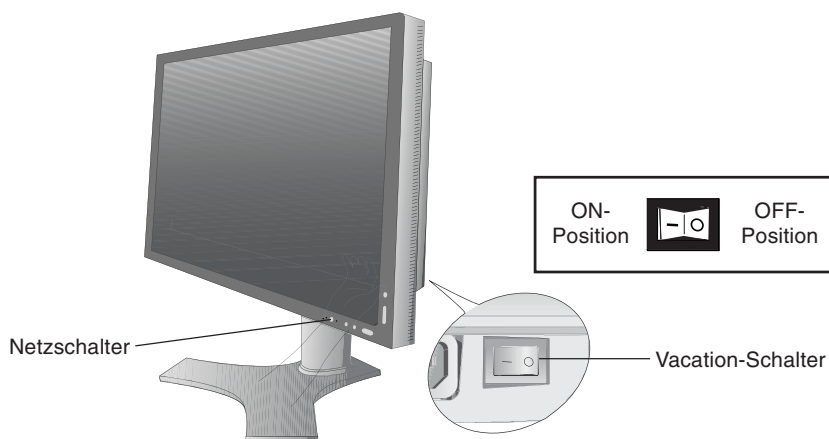

Abbildung E.1
9. Der Hauptschalter, der sich auf der Rückseite des Monitors in der Nähe des Wechselstromeingangs befindet, muss eingeschaltet sein. Schalten Sie den Computer und den Monitor mit dem Netzschalter an der Vorderseite (**Abbildung E.1**) ein.